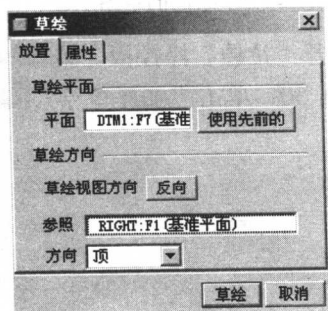

图 1-13 “草绘”对话框
(13) 在“模型树”中单击选择 DTM1 (基准平面 1), 然后单击“草绘工具”按钮, 打开“草绘”对话框, 如图 1-13 所示。在“草绘”对话框中单击“草绘”按钮, 开始绘制草图。